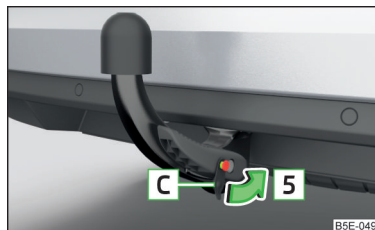

Fig. 180
- Introduceți capacul pe încuietore în sensul săgeții și presați-l » fig. 180.